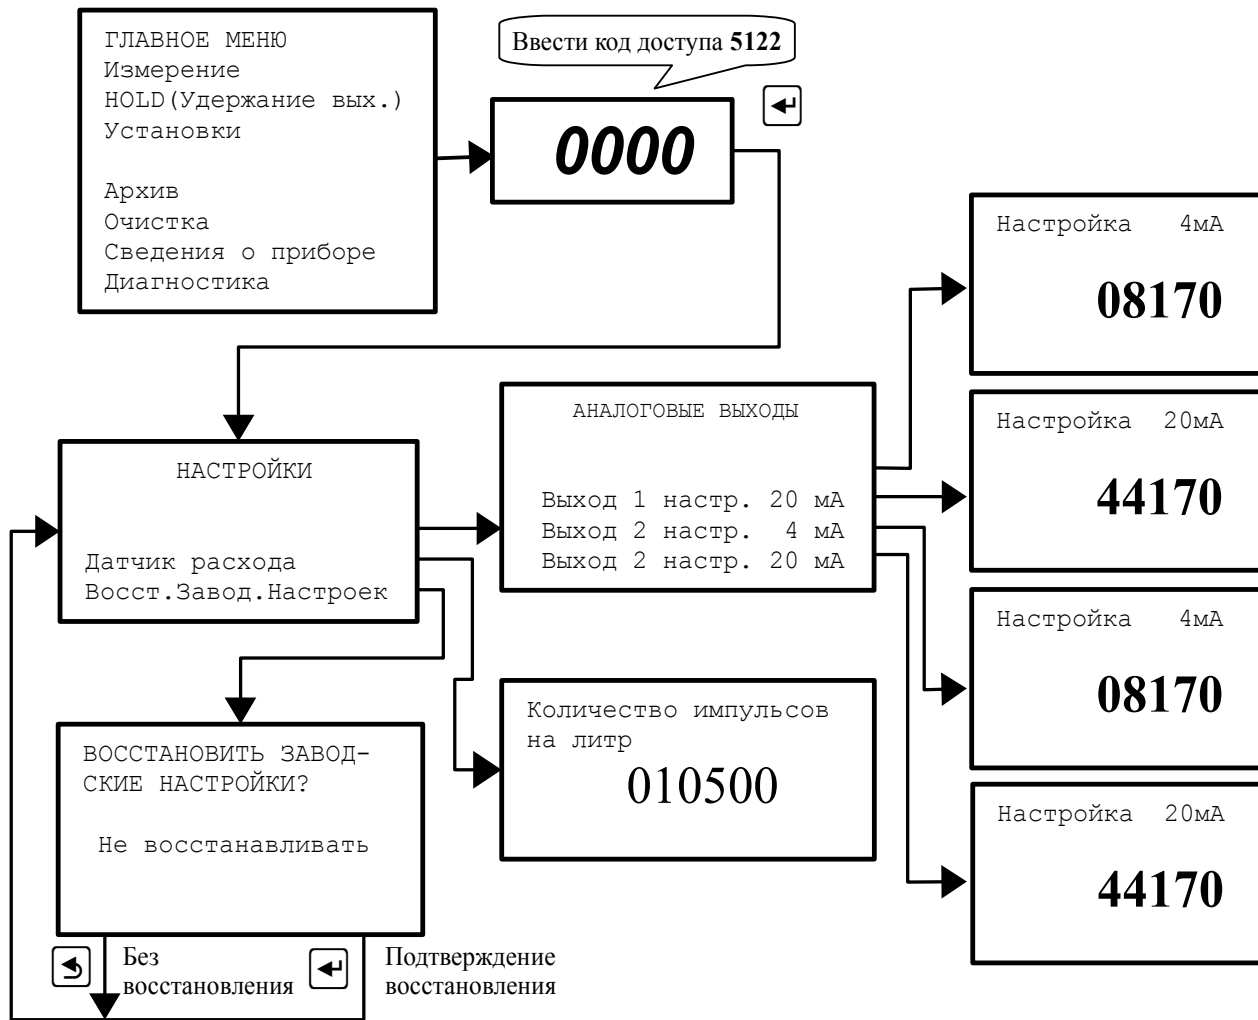

Рисунок 20 - Меню «НАСТРОЙКИ»
**3.3.5.1** Вход в это меню защищён паролем, поскольку в нём возможно изменение метрологических настроек анализатора. Для входа в меню необходимо ввести код доступа «5122», выбрать действие и подтвердить кнопкой  (Рисунок 20).
**3.3.5.2** В этом меню в случае отклонения метрологических характеристик анализатора по выходному току могут быть подстроены аналоговые выходные сигналы. Для этого каждый аналоговый выход ИП должен быть подключен к миллиамперметру. Для каждого выхода должны быть настроены значения токов 4 мА и 20 мА. Процедура настройки изображена на рисунке Рисунок 20.